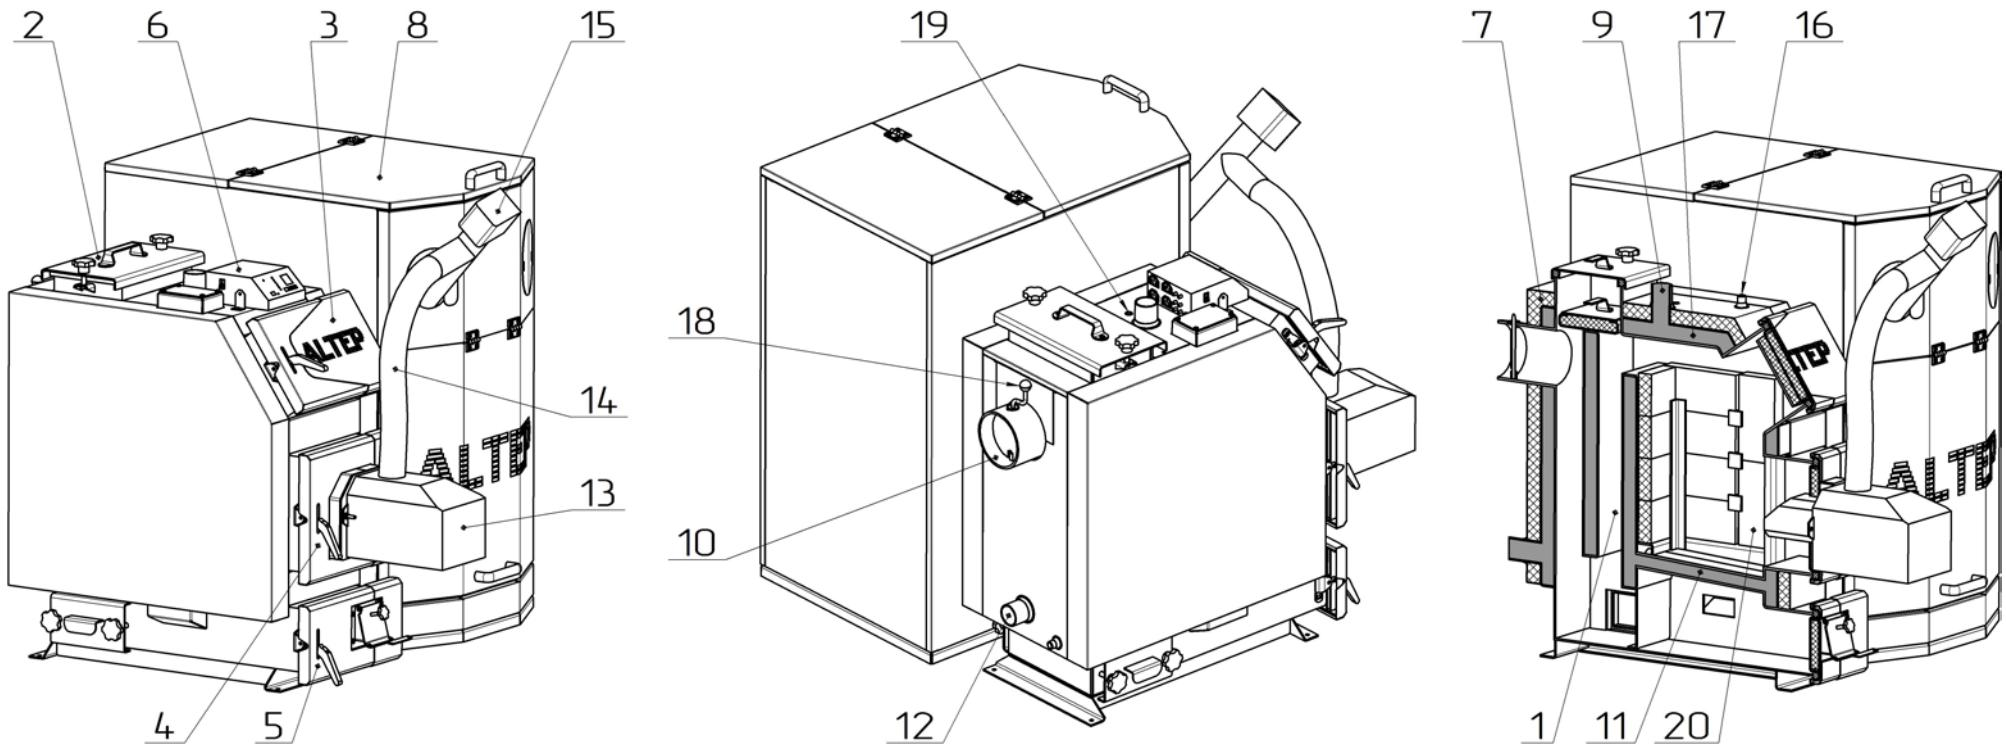

Рисунок 2 – Зовнішній вигляд та основні елементи котла типу КТ-3Е-PG
Корпусом котла (поз. 1, рис. 2) є паралелепіпед з подвійними стінками, які розділені водними перегородками (поз. 17, рис. 2). Топочна камера розташована перед двоходовим теплообмінником.
- шнекового (гвинтового) механізму подачі палива, який приводиться в рух мотор-редуктором (поз. 15, рис. 2);
- автоматичного пелетного пальника (поз. 13, рис. 2);
- електронного контролера температури (поз. 6, рис. 2).
Паливо для процесу спалення подається автоматично з розташованого біля котла бункера для палива (поз. 8, рис. 2) за допомогою гвинтового (шнекового) механізму подачі. Шнековий механізм з'єднується з пальником гнуучким гофрованим рукавом (поз. 14, рис. 2), що виготовлений з легкоплавкого матеріалу. Згоряння палива (пелети) відбувається в камері згоряння пальника на рухому колоснику, який виготовлений з жароміцної сталі. Камера згоряння пальника виконана з вогнетривкої кераміки.
Обслуговування котла полягає у періодичному додаванні палива у бункер (поз. 8, рис. 2) та усуненні золи нижньої частини корпуса котла без необхідності погашення котла. Після розпалення котел не потребує постійного перебування у приміщенні, де він змонтований, обслуговуючого персоналу. Експлуатація котла може відбуватися безперервно під час всього опалювального сезону. Котел може також працювати після опалювального сезону в системі з бойлером на гаряче водопостачання.
Димові гази виходять у димохід крізь боров (поз. 10, рис. 2), розташований у задній частині котла. Боров обладнано вбудованим дросельним клапаном продуктів згоряння – шибером (поз. 18, рис. 2). У випадку надто високої тяги у димохіді шибер дає можливість її знизити шляхом часткового перекривання вихідного отвору борова.
- дверцята топки (поз. 3, рис. 2);
- дверцята пальника (поз. 4, рис. 2);
- дверцята зольника (поз. 5, рис. 2).
- патрубок прямої мережної води (поз. 9, рис. 2);
- штуцер для встановлення запобіжного клапана (поз. 16, рис. 2);
- гільза для датчика температури котла (поз. 19, рис. 2);
- дверцята для періодичного обслуговування (чищення) конвективної частини котла (поз. 2, рис. 2).
В нижній частині, на задній стіні, – патрубок зворотної води (поз. 12, рис. 2) та зливний патрубок.
Корпус котла обкладений теплоізоляційним матеріалом – мінватою (поз. 7, рис. 2)
Для можливості роботи котла в режимі ручного завантаження палива до топки (наприклад, дрова), у нижній частині топки розміщені колосникові гратеги (поз. 11, рис. 2). Крім того, на верхній стінці корпуса котла передбачені посадочне місце для монтажу вентилятора (закриті заглушкою), який буде нагнітати повітря до камери згоряння (керування вентилятором здійснюється контролером автоматично).
Для стабілізації процесу згорання палива, можливо, як опція, замовлення модифікації котла з встановленими керамічними каталізаторами (поз. 20, рис. 2).